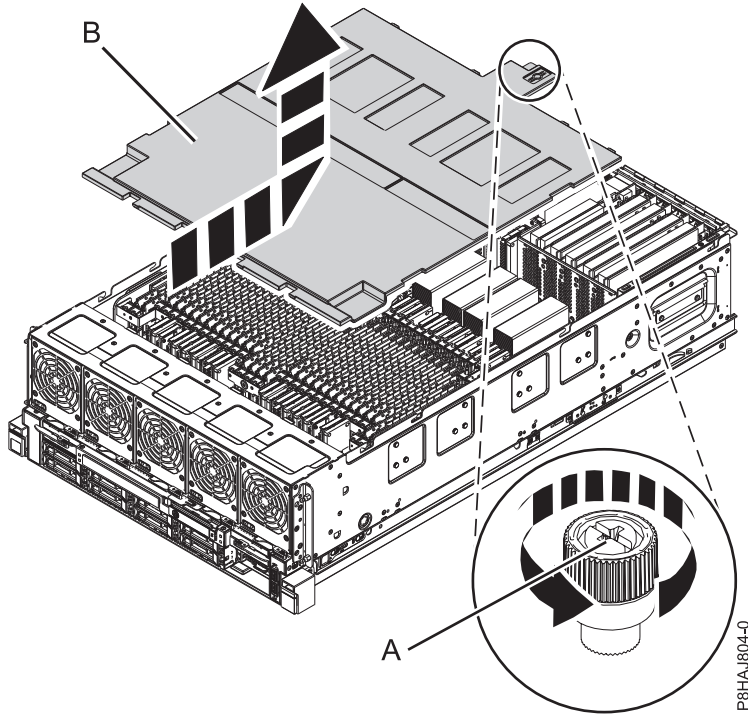

Figura 20. Extracción de la cubierta de seguridad
2. Afloje el tornillo de mano (A) situado en la parte posterior de la cubierta, girándolo en la dirección que se muestra en la Figura 20 en la página 50.
3. Deslice la cubierta de seguridad (B) hacia la parte posterior del sistema. Cuando la parte frontal de la cubierta se haya separado del reborde superior del chasis, levante la cubierta hacia arriba y fuera del sistema.